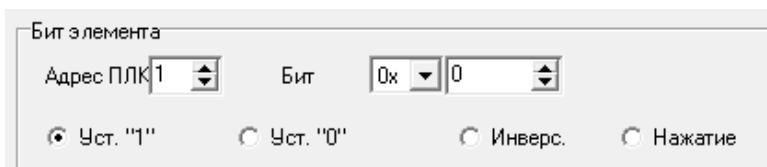

Рис. 4.9. Параметры настройки бит
- При выборе позиции «Бит» активируется группа полей «Бит», в которой следует задать функцию, которая будет выполняться при нажатии (см. рис. 4.9).